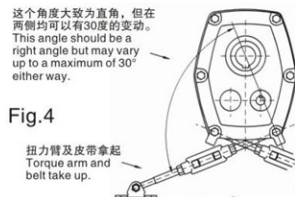

Fig.4
- 3、把扭力臂支座安装在一个固定支撑上，以便使用减速机输出轴中心与扭力臂箱体螺栓的连线与扭力臂成大约90°直角关系（参考图4）。确保扭力臂的调节空间以便正确的调节皮带的松紧。